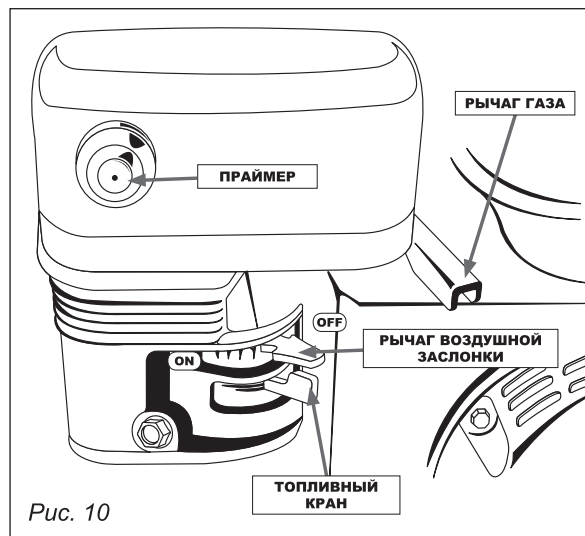

Рис. 10
Рычаг управления воздушной заслонкой активируется поворотом влево. Рычаг закрывает заслонку карбюратора и способствует старту двигателя (рис. 10).
Рычаг управления дроссельной заслонкой расположен на двигателе. Он регулирует обороты двигателя (рис. 10).
5. Нажмите праймер два-три раза при холодном двигателе, убедившись, что при нажатии Вы перекрываете отверстие в центре (рис. 10).